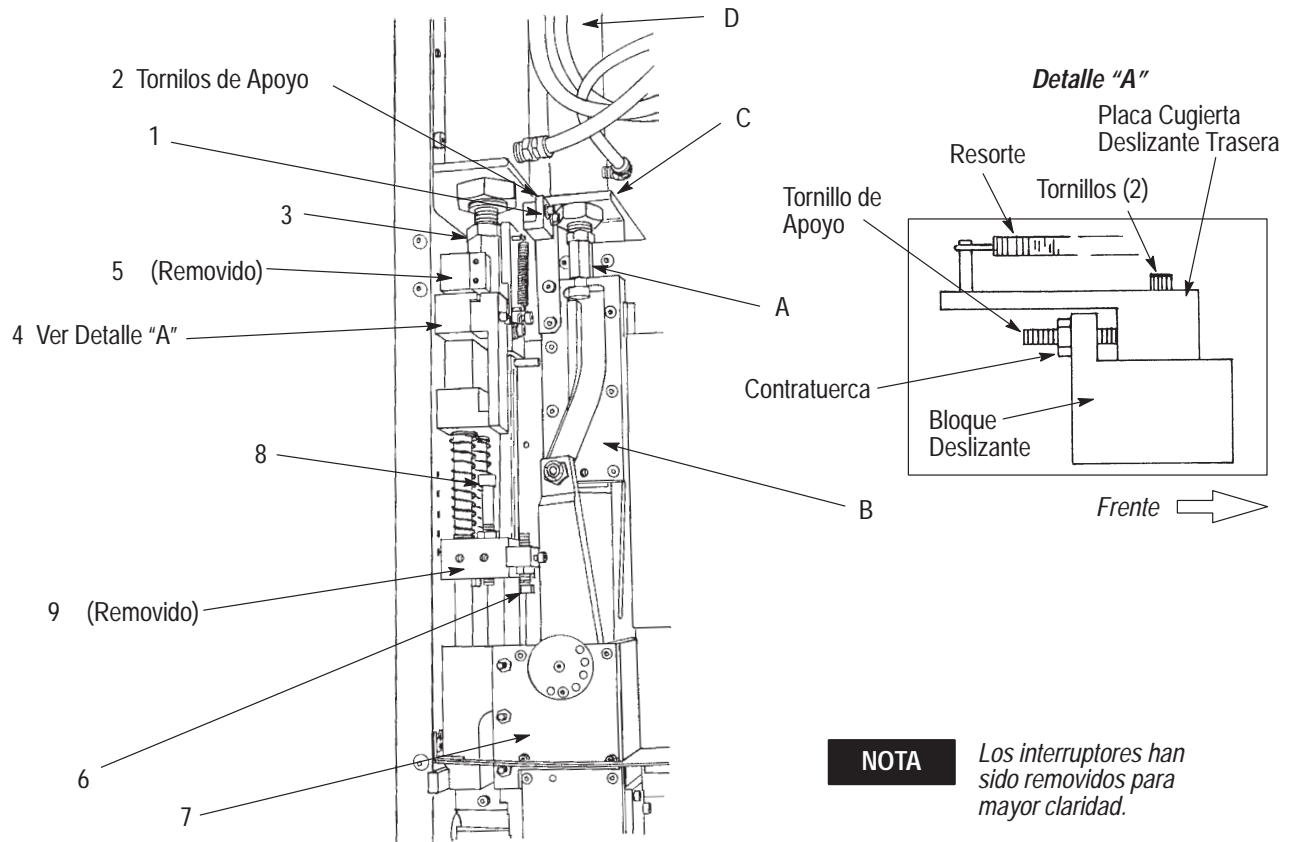

Figura 6-3. Localización de Ajuste del Tubo de Inserción, Cuchilla de Ajuste e Insertador
6.2. Ajuste del Cilindro de Alimentación (Figura 6-3)
Referirse a la Figura 6-3 para referencia y proceder como sigue:
Hay numerosos ajustes que pueden ser requeridos para adecuadamente retirar o avanzar el tubo de inserción, la cuchilla de ajuste y el insertador. Siguiendo el reemplazo de las refacciones recomendadas como se describe en la Sección 7 de este manual, y durante la verificación del módulo, un ajuste al tubo de inserción, cuchilla de ajuste y/o el insertador DEBE de hacerse en la secuencia correcta. Los números asignados a los diversos componentes en la Figura 6-3 están en la secuencia de verificación de los ajustes adecuados.